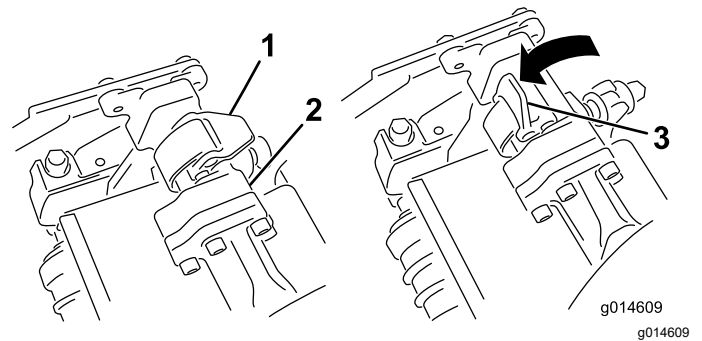
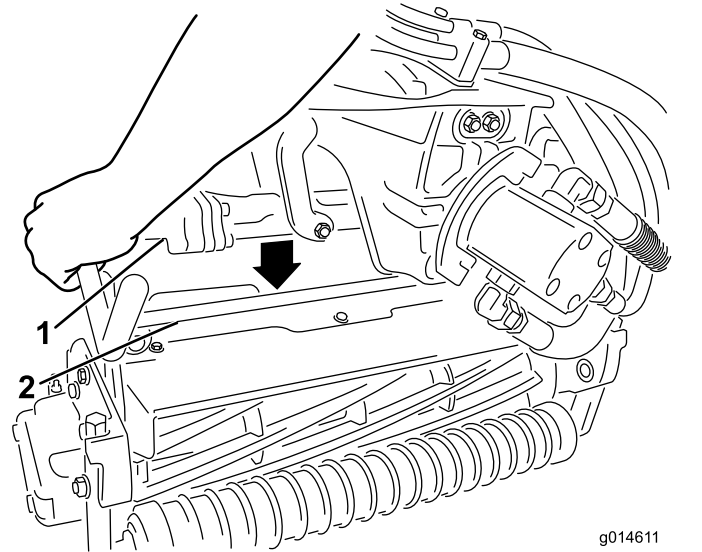

Bild 46
Bild 47
4. Drücken Sie die Riegel nach unten um die Schneideinheitstange herum und arretieren sie (Bild 46).
3. Die Riegel an der Aufhängearmstange müssen nach oben zeigen (d. h. offen) (Bild 46); drücken Sie den Aufhängearm dann so nach unten, dass die Stange über die Stange an der Oberseite der Schneideinheit passt (Bild 47).
- Öffnen Sie die Riegel an der Aufhängearmstange der Schneideinheit, die Sie entfernen möchten (**Bild 46**).